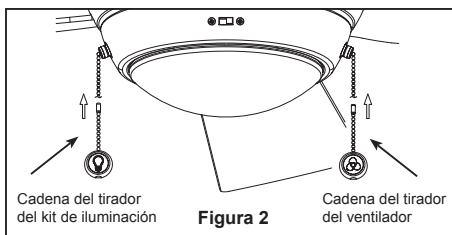

Figura 2
Debe colgar el ventilador a una distancia mínima de 2,13 m desde las aspas hasta el piso. (Figura 2)
- 2. Coloque y ajuste firmemente la cubierta para el tornillo de la base sobre los tornillos de reborde de la abrazadera para colgar mediante el mecanismo de seguro por giro del chavetero. (Figura 2)
- 2. Instale el ensamble de la placa de iluminación en el soporte utilizando las dos ranuras principales de conexión. Vuelva a colocar el tornillo retirados previamente y asegure los tres tornillos. (Figura 2)
2. Instale el cadena del tirador del ventilador y cadena del tirador del kit de iluminación. (Figura 2)